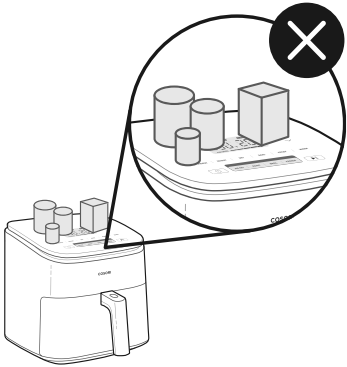

Figura 2.1
- **No coloques nada sobre la freidora de aire.** Esto interrumpe el flujo de aire y ocasiona resultados deficientes al freír con aire [Figura 2.1]